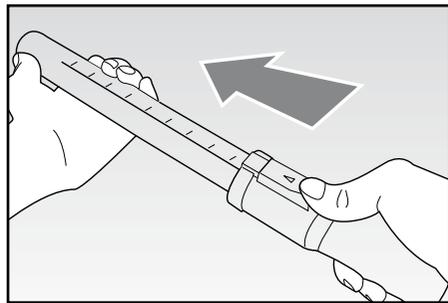

Fig. 4
После установки насадки можно удлинить телескопическую трубу до нужной длины, повернув рычаг до щелчка (Рис. 4). Отпустить рычаг, останавливая его в нужном положении.
- Сместить слайдер (L) вперед и выдвинуть нижнюю часть трубы до нужной длины (Рис. 4). Если нужно укоротить трубу, действовать в обратной последовательности.